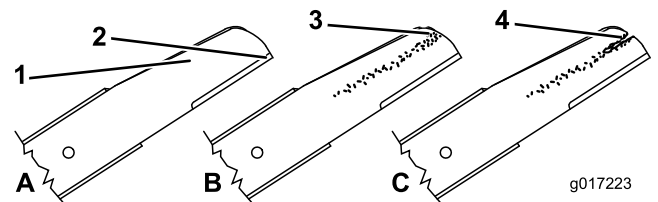

Bild 41
1. Untersuchen Sie die Schnittkanten (Bild 41). Bauen Sie die Schnittmesser aus und schärfen oder tauschen sie aus, wenn die Kanten nicht scharf sind oder Kerben aufweisen.
2. Prüfen Sie die Schnittmesser, insbesondere den gebogenen Bereich (Bild 41). Wenn Sie Schäden, Verschleiß oder Rillenbildung in diesem Bereich feststellen (Bild 41), sollten Sie sofort ein neues Schnittmesser einbauen.